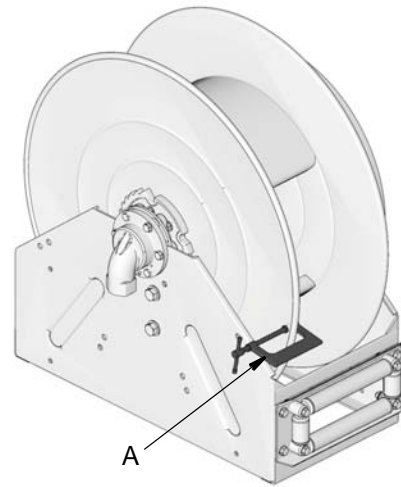

FIG. 10
- Bien attacher un collier en C (A) sur la bobine de l'enrouleur comme montré sur la FIG. 10 pour que l'enrouleur ne puisse pas brusquement se déverrouiller et tourner librement.